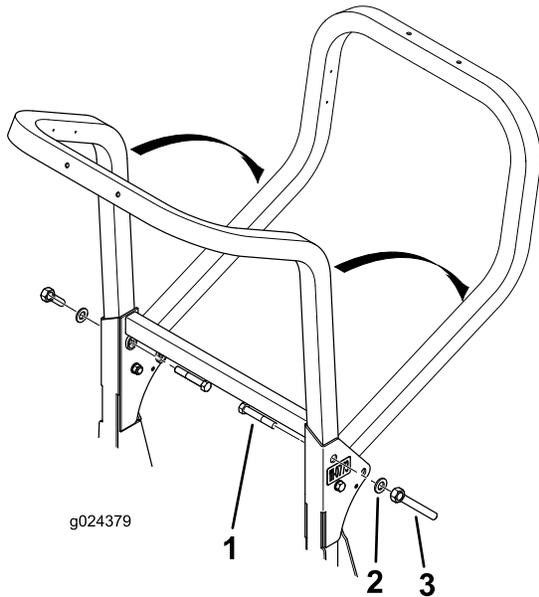

Figure 9
2. Tout en soutenant le cadre supérieur, enlevez les écrous moletés, les rondelles et les boulons de fixation des supports de pivot (Figure 9).